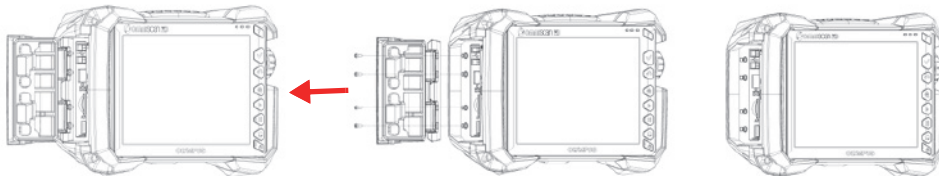

图 2-9 拆下舱门
1. 打开OmniScan X3左侧面板上的舱门，用十字螺丝刀拧开四颗螺钉，并取下舱门（参见第36页的图 2-9）。